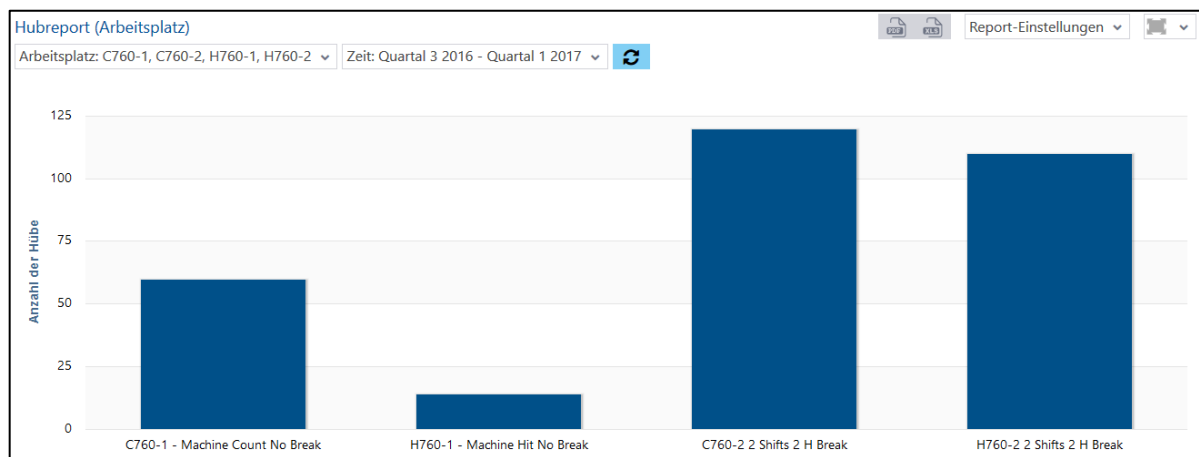

Bild 90: Hubreport (Arbeitsplatz) als Balkendiagramm
- Hubreport (Arbeitsplatz) als Balkendiagramm (Bild 90):